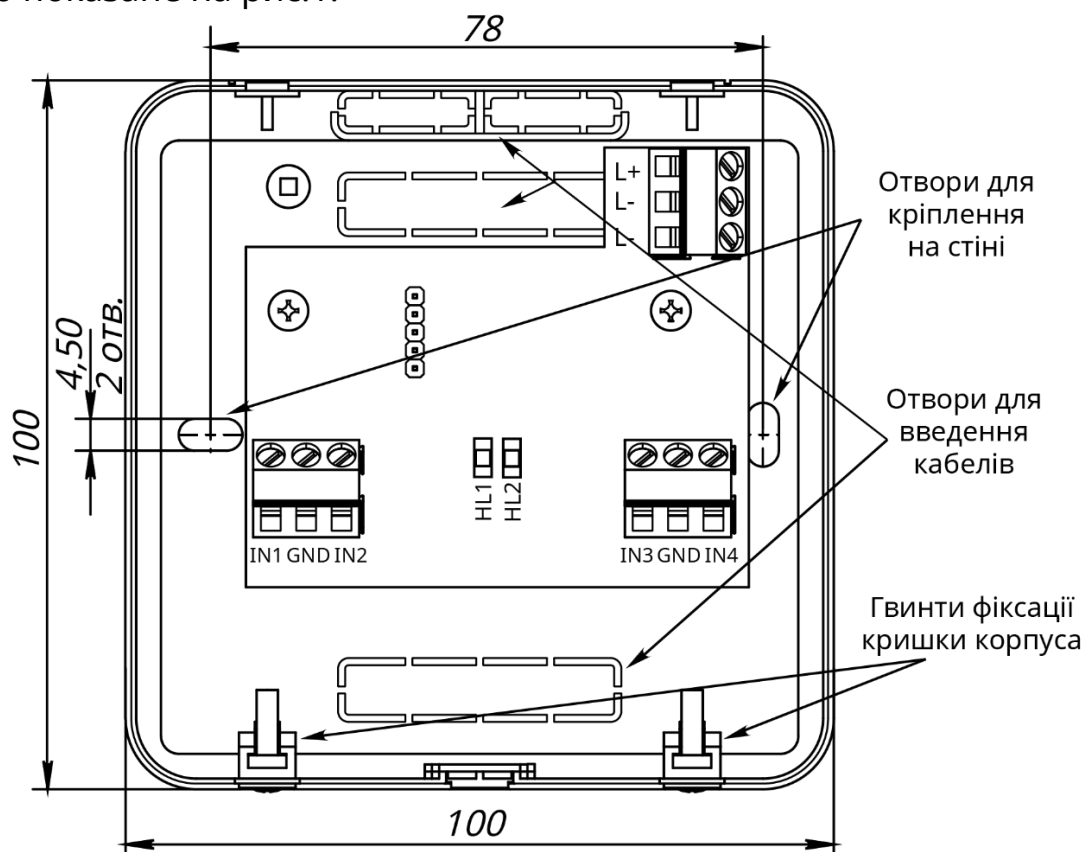

Рисунок 1 – Зовнішній вигляд пристрою зі знятою кришкою
Пристрій призначений для збільшення кількості входів СПСА. Пристрій випускають в пластмасовому корпусі. Зовнішній вигляд пристрою зі знятою кришкою наведено на рис.1.
4.1 Перелік клем та їх функцій наведений в табл. 1. Розташування клем пристрою показано на рис.1.
4.3 Для індикації режимів роботи та стану пристрою використовуються світлодіодні індикатори, розташовані на платі. Призначення індикаторів HL1, HL2 (рис. 1):